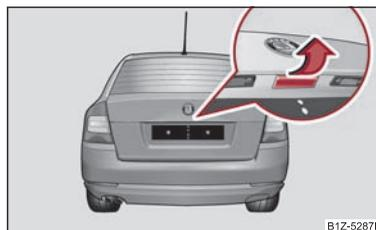

Fig. 28 Poignée de la malle arrière
- Appuyez sur la poignée ⇒ fig. 28 et faites simultanément remonter la malle arrière.